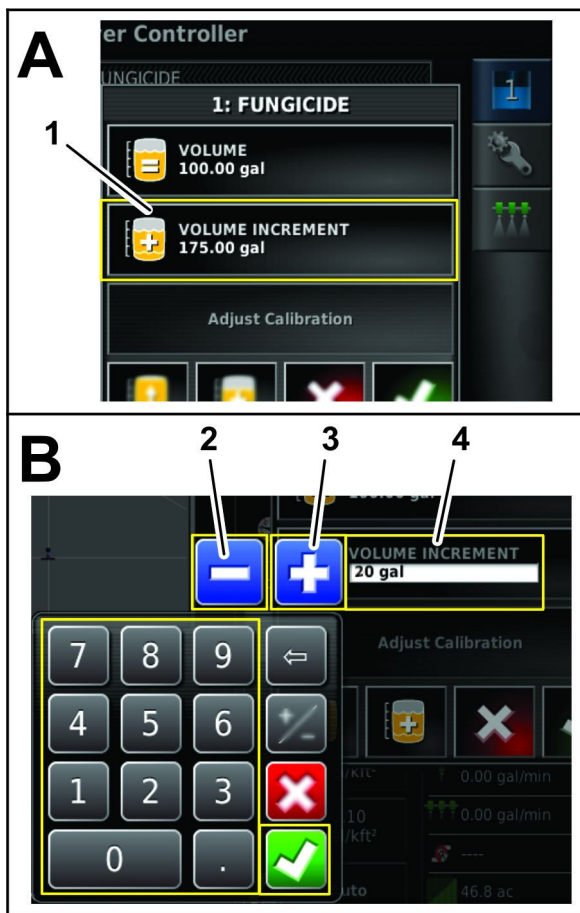

Bild 39
1. Tippen Sie auf das Symbol TANK FÜLLEN (Bild 39).